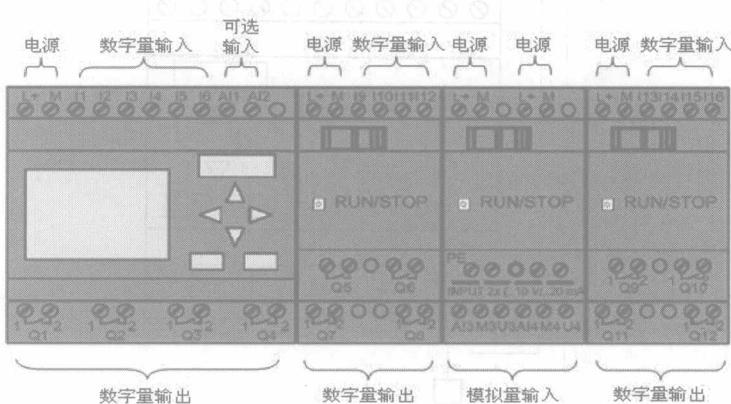

图 1-9 不含模拟量输出的配置
(1) LOGO! 不含模拟量输出的配置。图 1-9 所示的是 LOGO! 不含模拟量输出的配置情况。